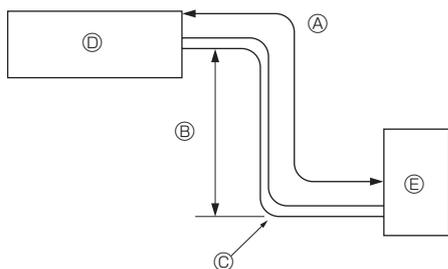

Fig. 2-1
2.1. Kjølemiddelrør (Fig. 2-1)